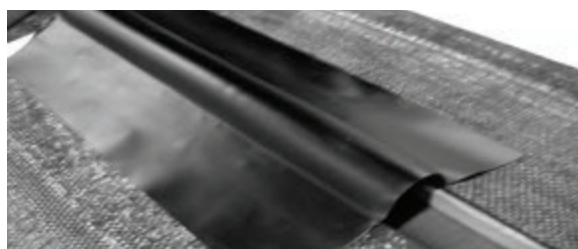

Figure 2
3. Repliez le deuxième rabat de la membrane et comprimez les soufflets pour aligner la deuxième bande de clouage avec la deuxième ligne de craie. Clouez en place sur des centrés de 100 mm (4 po) (Figure 2).